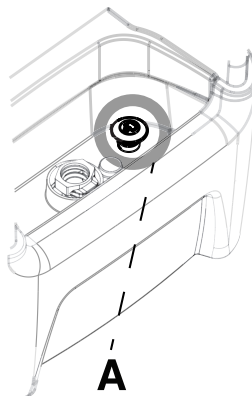

Рисунок 12-24: Сливная пробка
3. Потяните за сливную пробку контроллера (A), чтобы открыть сливное отверстие (Рисунок 12-24 на странице 12-47). Оставьте сливное отверстие открытым.